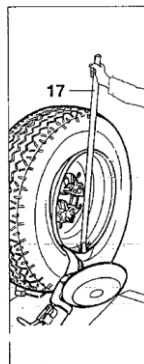

Рис. 21
B. Поверните колесо и одновременно вставьте монтажную головку между ободом колеса и бортом шины, она должна зацепиться за борт шины (см. рис. 21).
E. Вставьте рычаг LA (17, рис. 21) между ободом и бортом шины справа от монтажной головки.
L. Вставьте рычаг LA (17, рис. 21) между ободом колеса и бортом справа от монтажной головки.